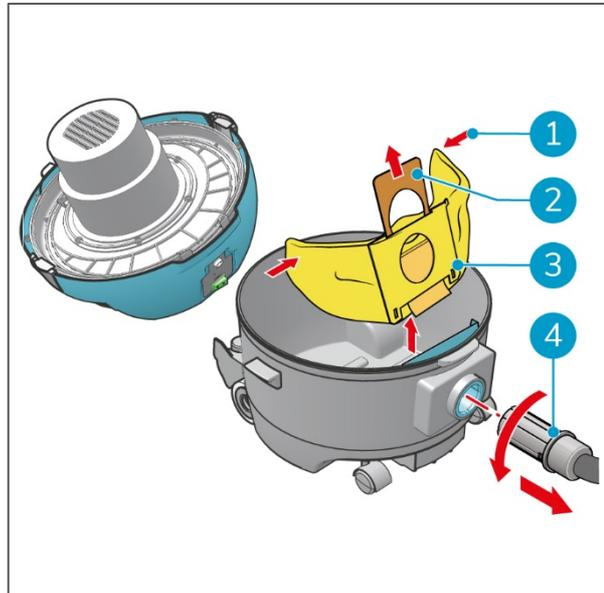

Figure 11
6. Faites tourner le tuyau (Figure 11, pos 4) dans le sens inverse des aiguilles d'une montre et retirez-le du raccord de tuyau.
7. Tirez sur la languette en carton (Figure 11, pos 2) pour sceller le sac à poussière.
8. Pliez les extrémités du sac à poussière (Figure 11, pos 1) l'une vers l'autre.
9. Retirez l'ancien sac à poussière (Figure 11, pos 3).